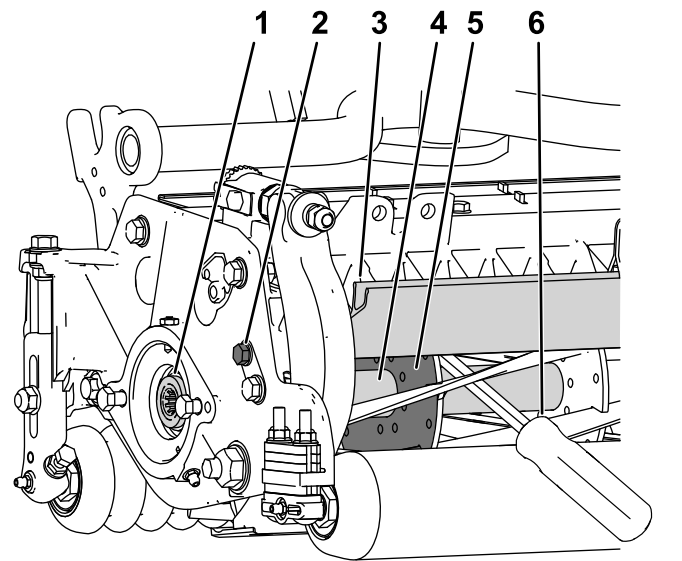

Figura 28
1. Afloje el perno del deflector a la izquierda de la unidad de corte y eleve el deflector trasero (Figura 28).
2. Inserte una palanca de mango largo (se recomienda de $\frac{3}{8}$ " x 12" con mango de destornillador) por la parte trasera del molinete de corte, lo más cerca del lateral de la unidad de corte que va a apretar (Figura 28).
3. Coloque la palanca contra la parte soldada de la placa de soporte del molinete (Figura 28).